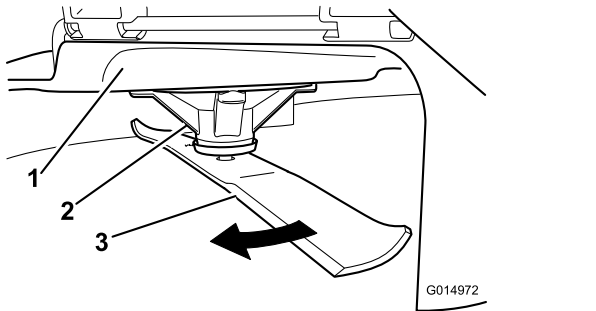

Figura 57
2. Llevando guantes fuertemente acolchados u otro tipo de protección apropiada para las manos, gire lentamente la cuchilla hasta una posición que permita medir la distancia entre el filo de corte y la superficie nivelada en la que descansa la máquina (**Figura 57**).